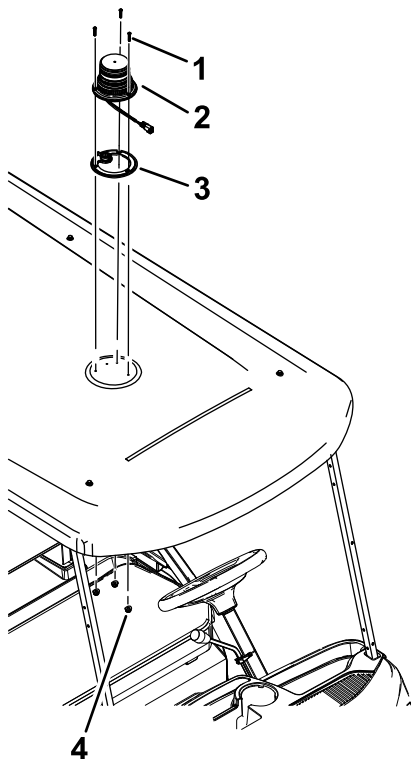

Figura 2
3. Posizionate la guarnizione sopra il tettuccio (Figura 2).
4. Instradate il connettore della luce di segnalazione attraverso il foro di 22 mm e fissate la luce di segnalazione al tettuccio con 3 viti (n. 10 x 1") e 3 dadi di bloccaggio (n. 10); fare riferimento a Figura 2.